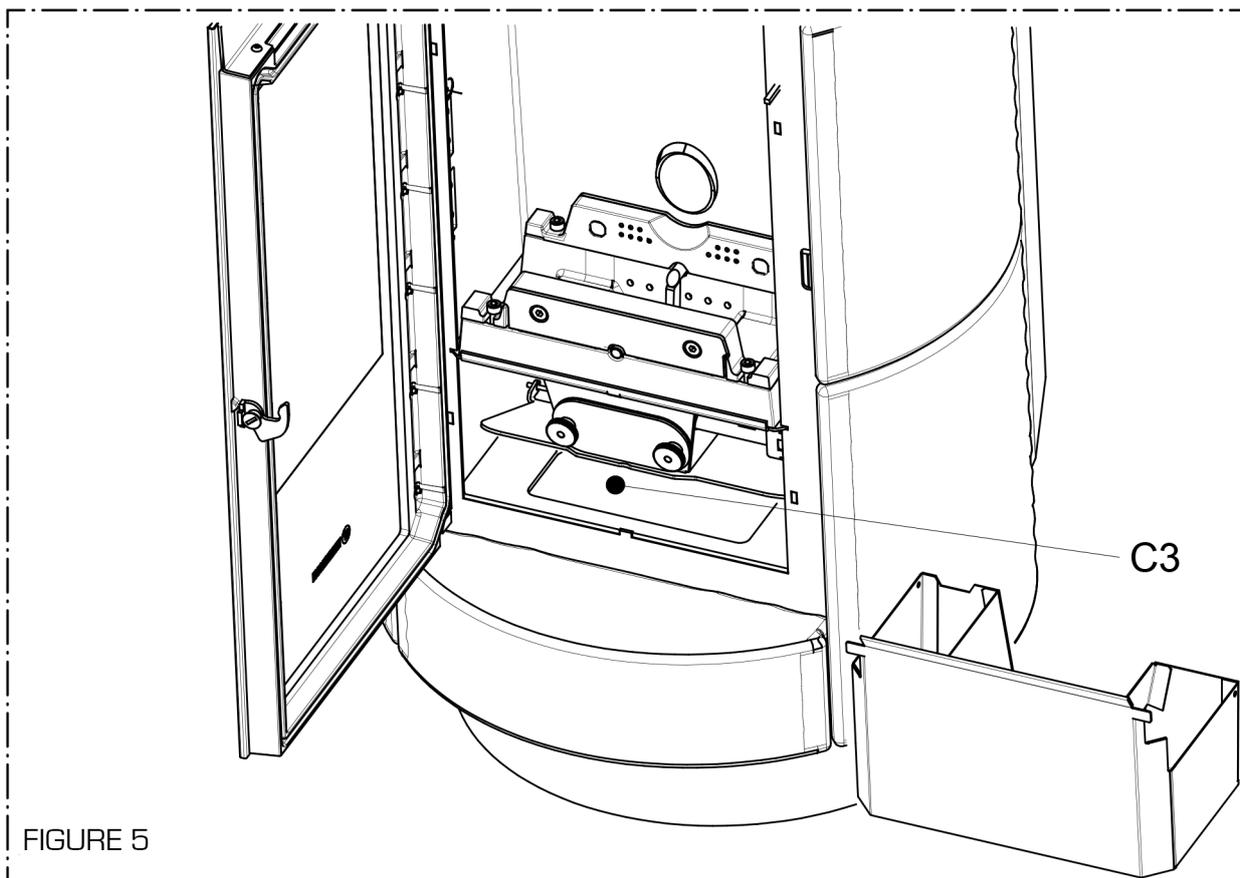

FIGURE 5
- Aspirer les cendres de la trappe C3 (Figure 5) en soulevant le couvercle d'inspection. S'assurer lors de la fermeture que rien n'empêche la fermeture complète de la trappe.